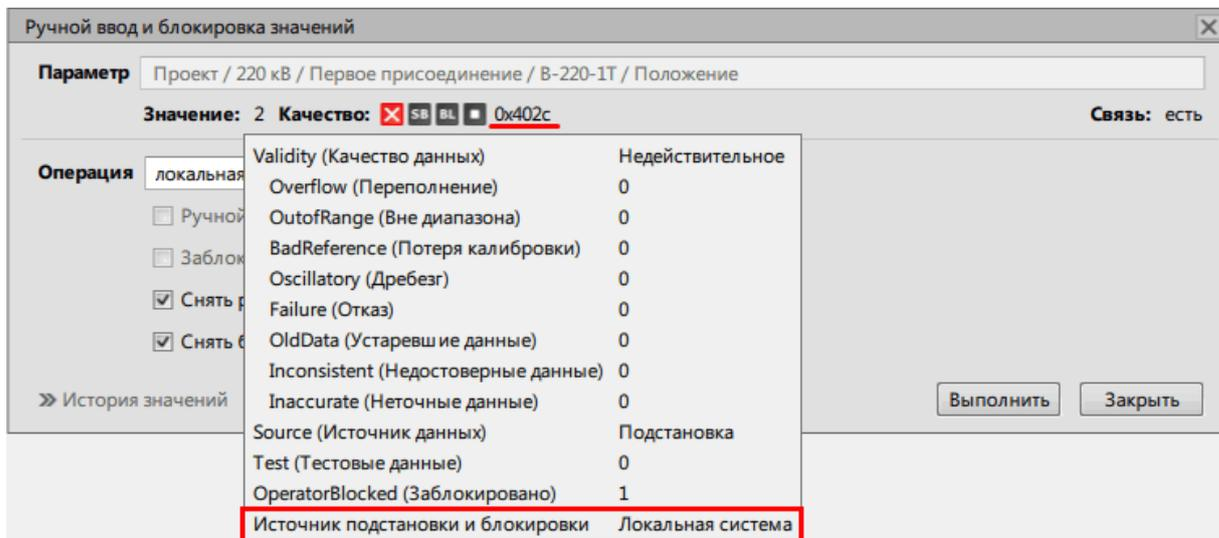

Рисунок 172 - Источник подстанции и блокировки
1. На основе атрибута качества **Источник подстанции и блокировки** выберите тип операции: «Внешняя система» – «внешняя» операция, «Локальная система» – «локальная» операция (Рисунок 172).